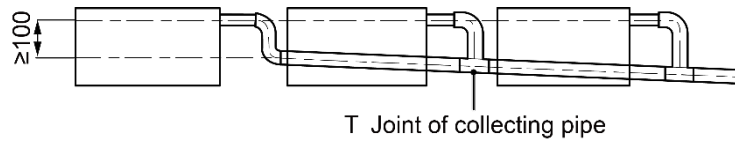

Fig.4.3.4
(4) Al conectar varias tuberías de drenaje, siga las instrucciones indicadas en la Fig.4.3.4. Elija la tubería colectora de drenaje que corresponda a la capacidad de la unidad.